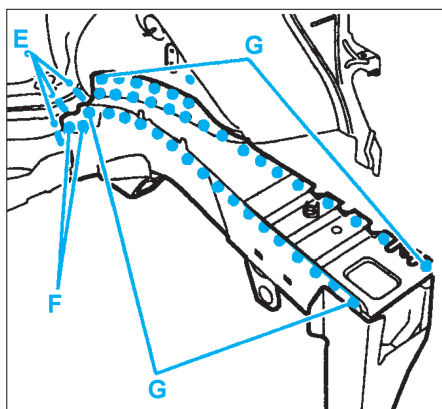

FIG. 27
- Poser la semelle centrale de brancard (Fig.27).